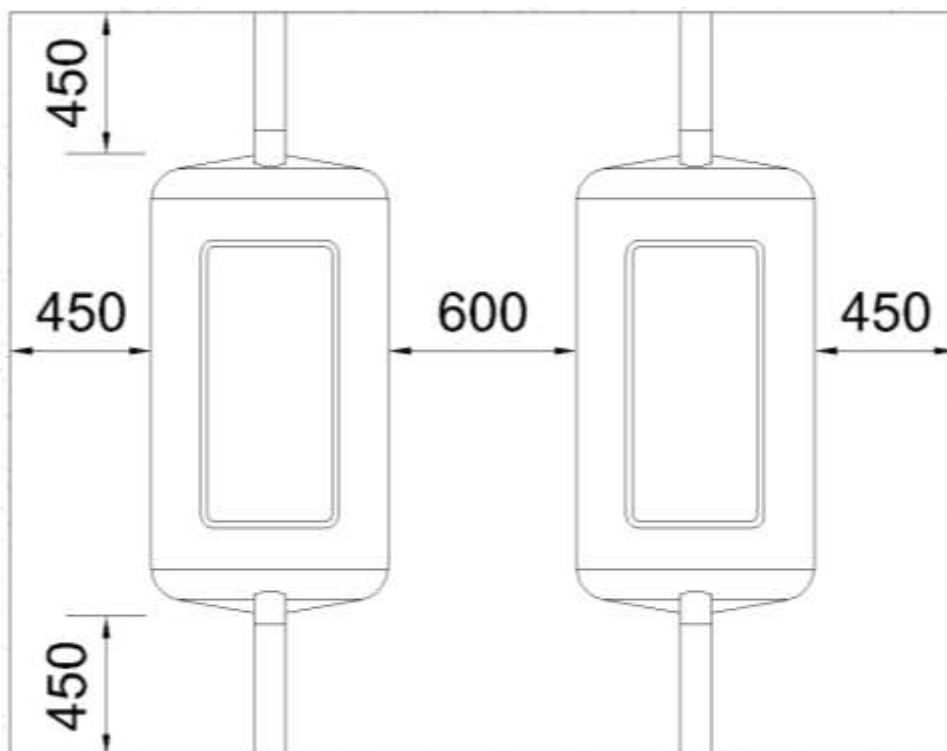

Figura 4-2 DISTANZE MINIME TRA MANUFATTI NEL CASO DI SCAVO STABILE
- La distanza minima tra manufatti che condividono lo stesso scavo è pari a 600 mm (figura 4.2).